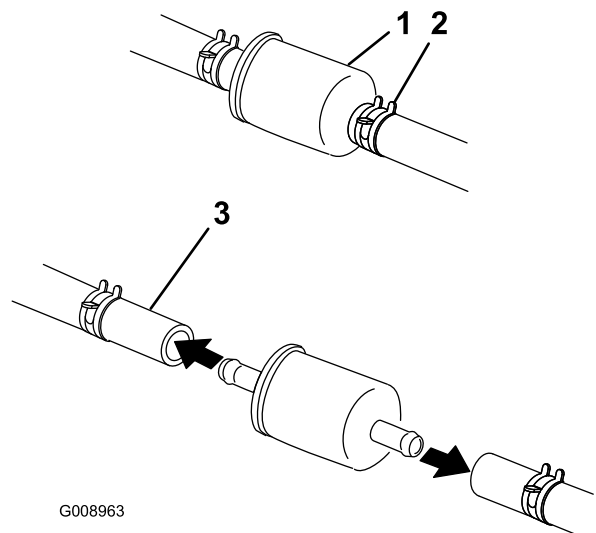

図 47
5. 運転席の下にある燃料バルブを閉じる図 47。
6. 古いフィルタのクランプをゆるめて脇に寄せる(図 47)。
8. 新しいフィルタをホースに取り付け、クランプで固定する図 47。